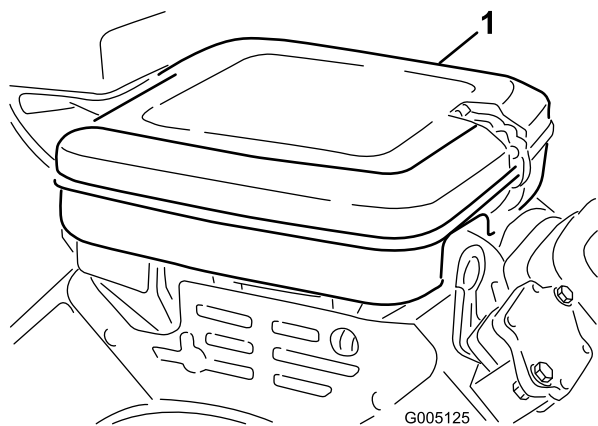

Рисунок 40
1. Тщательно очистите крышку (Рисунок 40).